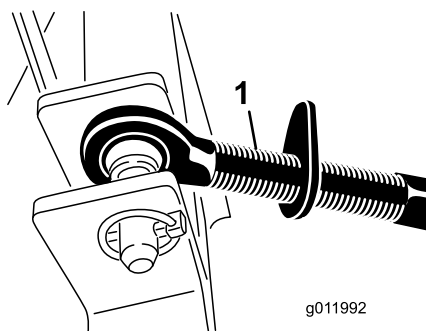

Figura 4
1. Collegate l'attacco superiore ai fori nella staffa del soffiatore e fissatelo con un perno con testa e un acciarino (Figura 4).